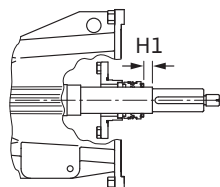

fig.31: Esecuzione con tenuta meccanica
- Spingere l'anello di fissaggio 5.3 sull'albero ed eseguirne il montaggio tenendo conto della quota di montaggio H1 e della coppia di serraggio (vedi fig. 31 e tab. 9).